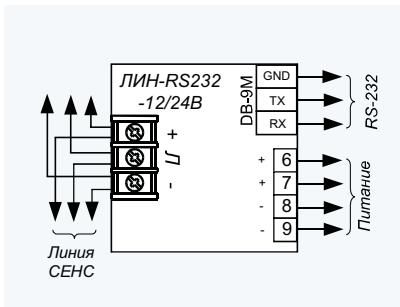

Рис. 8.
- передачу измеренных параметров SMS-сообщением на сотовый телефон (рис. 8).